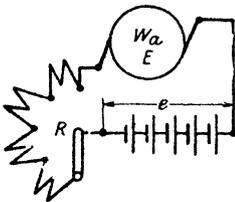

Fig. 73.
Dieser Strom ist so groß, daß ihn unser Motor nicht vertragen würde. Man muß daher zwischen Anker und Stromquelle einen Anlaßwiderstand legen. (Fig. 73 Widerstand R.) (Vergl. auch Fig. 8 und Auf. 60 und 61.)
191. Ein Elektromotor ist an eine Klemmenspannung von 110 [220] (440) V angeschlossen, er nimmt 20 [15] (10) A auf und macht dabei 1000 [1200] (900) Umdrehungen. Sein Ankerwiderstand beträgt 0,25 [0,5] (1,2)  $\Omega$ . Um die Tourenzahl herabzusetzen, schaltet man dem Anker einen Widerstand R von 2,75 [6,5] (20,8)  $\Omega$  vor (Fig. 73). Gesucht wird:
- b) die elektromotorische Gegenkraft bei vorgeschaltetem Widerstand und 20 [15] (10) A Strom,